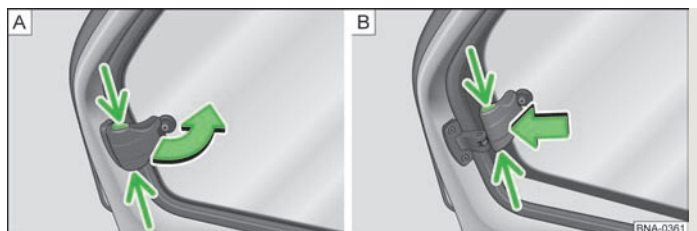

Fig. 18 Finestrini posteriori
- > Afferrare la chiusura nella cavità » fig. 18 - [A] e aprire il finestrino nella direzione indicata dalla freccia.
- > Bloccare il finestrino nella posizione aperta e quindi premere la chiusura nella direzione indicata dalla freccia » fig. 18 - [B].
- > Afferrare la chiusura nella cavità » fig. 18 - [B] e aprire il finestrino nella direzione opposta a quella indicata dalla freccia.
- > Richiudere il finestrino nella posizione di partenza nella direzione opposta a quella indicata dalla freccia » fig. 18 - [A] finché la sicura non scatta in posizione.